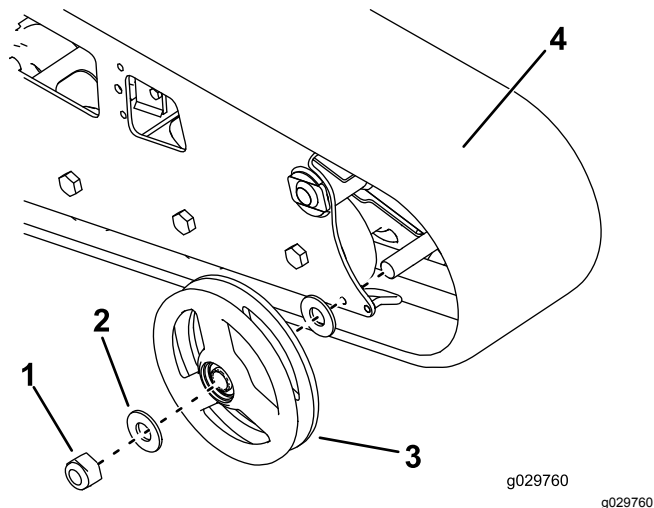

Рисунок 62
- Отверните гайку, которая крепит внешнее колесо переднего катка, и снимите колесо (Рисунок 62).
- Снимите гусеницу (Рисунок 62).
- Снимите две большие шайбы с внешних катков, по одной с каждой стороны катка (Рисунок 62).
- Установите новую гусеницу (Рисунок 62).
- Установите внешнее колесо переднего катка и закрепите его снятой ранее гайкой (Рисунок 62).